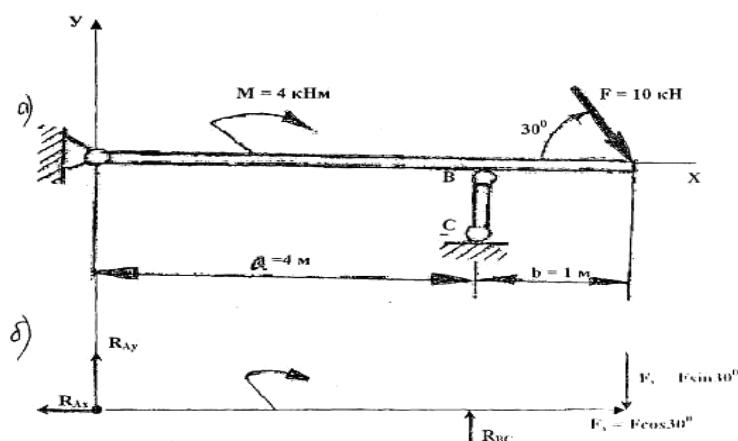

Рисунок 2 - Балка с действующими на нее нагрузками
1. Изобразим балку с действующими на неё нагрузками (рисунок 2).